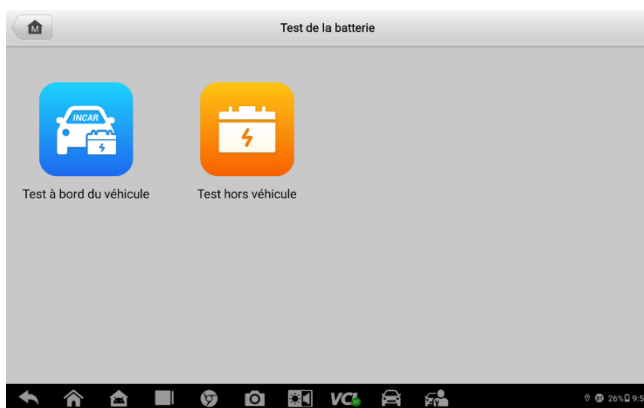

Figure 6-3 Écran de Test de batterie
1. Appuyez sur l'application **Test de batterie** dans le menu des tâches d'OTOFIX. L'écran Test de batterie s'affiche (voir Figure 6-3).